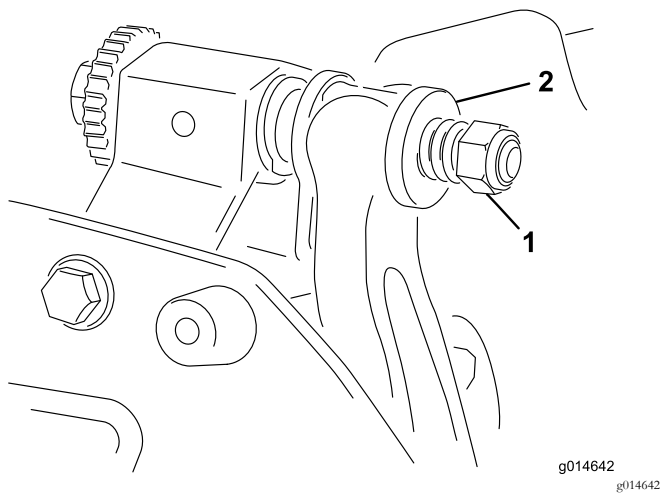

图21
5. 旋紧弹簧加压螺母直到弹簧完全压紧然后往回松开 1/2 圈 (图21)。